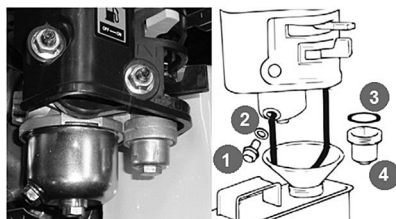

Рис. 23 Обслуживание фильтра-отстойника карбюратора
3. Открутите болт сливного отверстия (1) и слейте топливо из поплавковой камеры карбюратора (Рис. 23).
4. Открутите стакан отстойника (4), вылейте из него топливо в ранее подготовленную емкость.